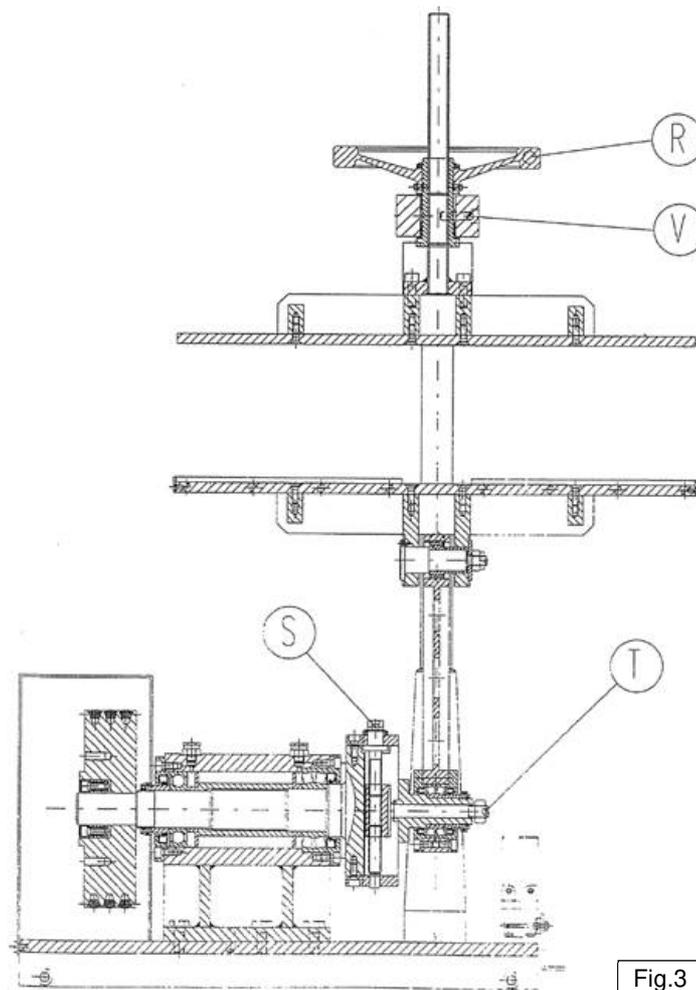

Fig.3
Per regolare la corsa del piano mobile allentare il dado T (fig.3), quindi agire sulla vite S con una chiave esagonale (in dotazione sulla fornitura originale), quindi serrare il dado T.
2. Verifica bloccaggio corretto piano fisso (pos. V fig.3) e perno di manovella (pos. T fig.3).